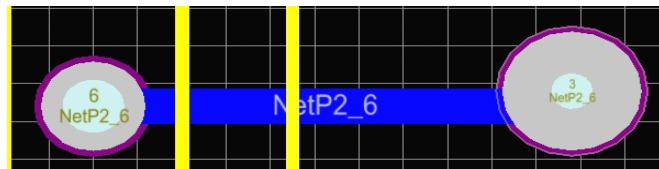

图 6-6.77 放置好一条导线
**Step2:** 放置好一条导线后如图 6-6.77 所示。以同样的方法放置好除了 GND 以外的所有导线。